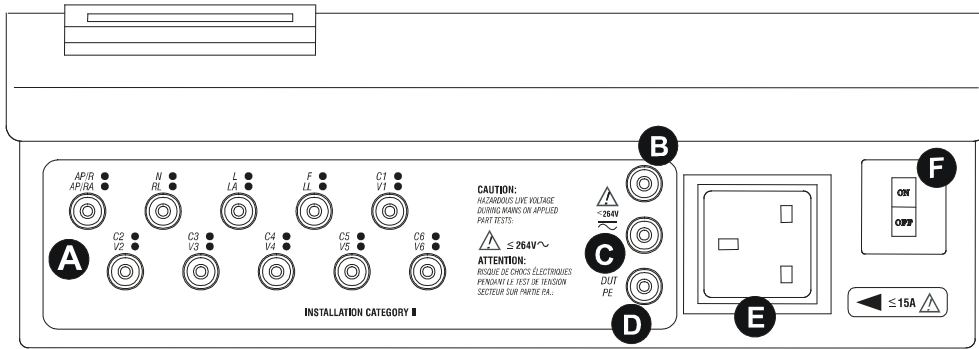

Fig. 2. 601 ProXL frontpanel
Frontpanelen (se fig. 2) består av (A) 10 kontakter för patientanslutna delar där RA-LL är enskilda och V1-V6 är sammankopplade, (B) röd ingång som används för jordlederresistansmätning samt för höljesläckströmsmätning, (C) svart ingång som används tillsammans med röd ingång för spännings- och stömmätning med två ledare, (D) jordingång för utrustningen som testas, (E) nätuttag samt (F) strömbrytare.